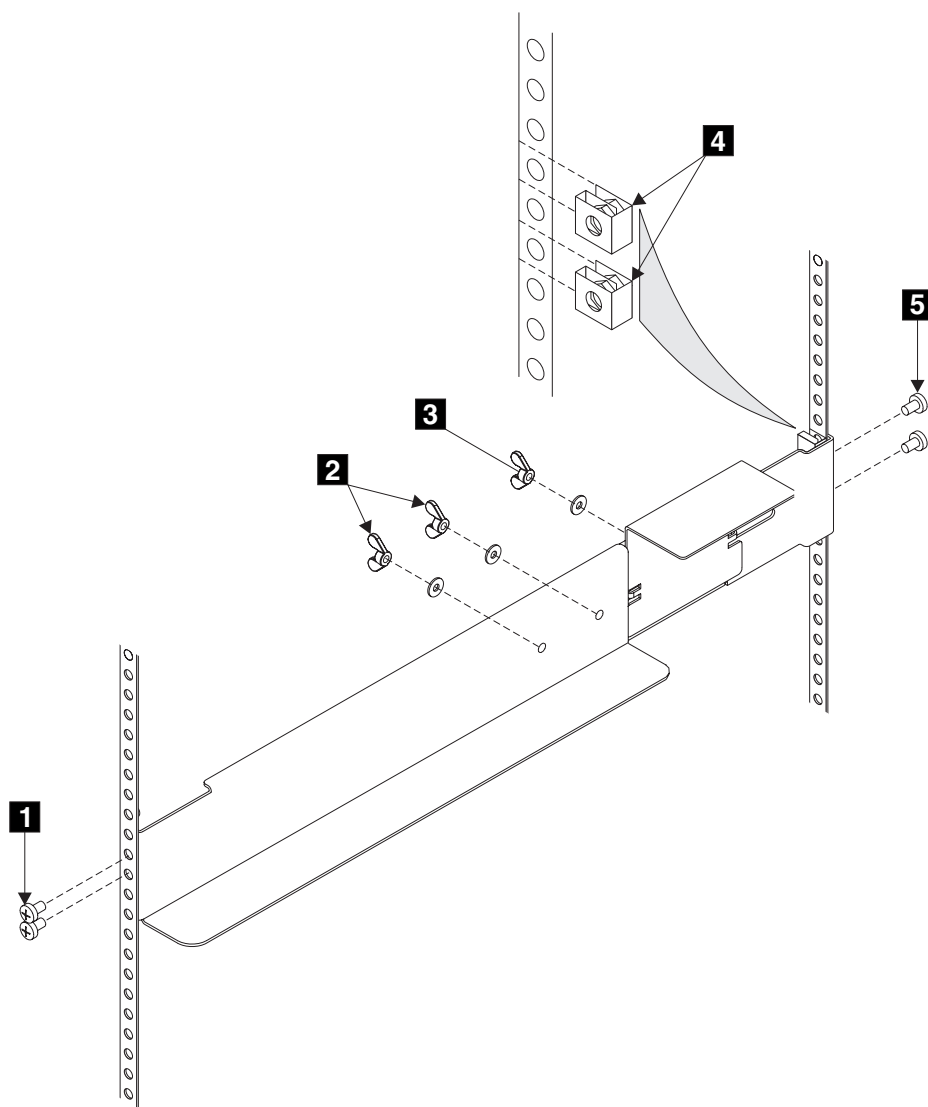

図 251. 2145 UPS のサポート・レールのラックからの取り外し
2. 2 つの調整ウィング・ナット **2** (図 251) を緩めます。